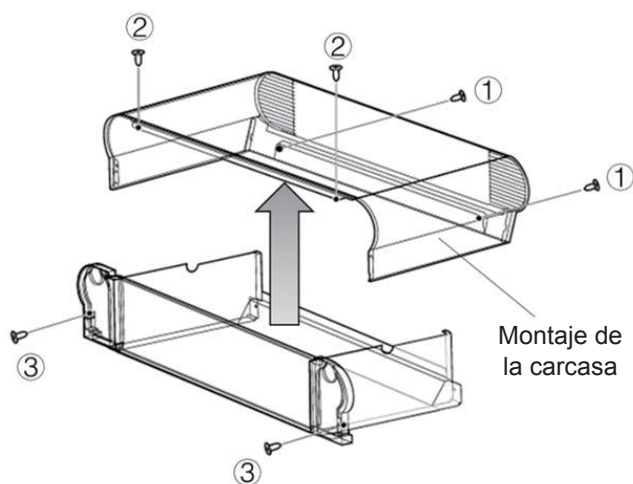

Imagen 12.4.1
Retire los tornillos ② *2, ② *2 y ③ *2 y luego la carcasa tal como se indica en la Imagen 12.4.1.